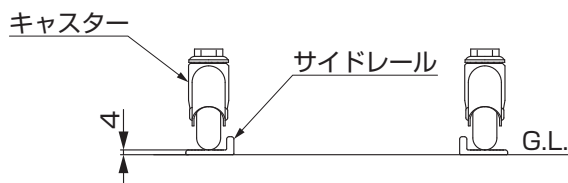

図2-4 サイドレール仕様
- サイドレール仕様の際はサイドレールの厚さ4mm分伸縮本体が高く仕上がります。（図2-4参照）